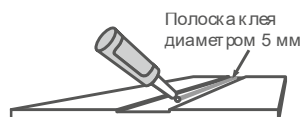

Рисунок 11
- 10.9.8 Нанести клей одной полосой (валиком) в углубление (выборку) по центру лицевой стороны панелей (см. Рисунок 11), к которым будет приклеиваться весь ряд досок. Контролировать, чтобы диаметр наносимого клея был равен 5 мм.